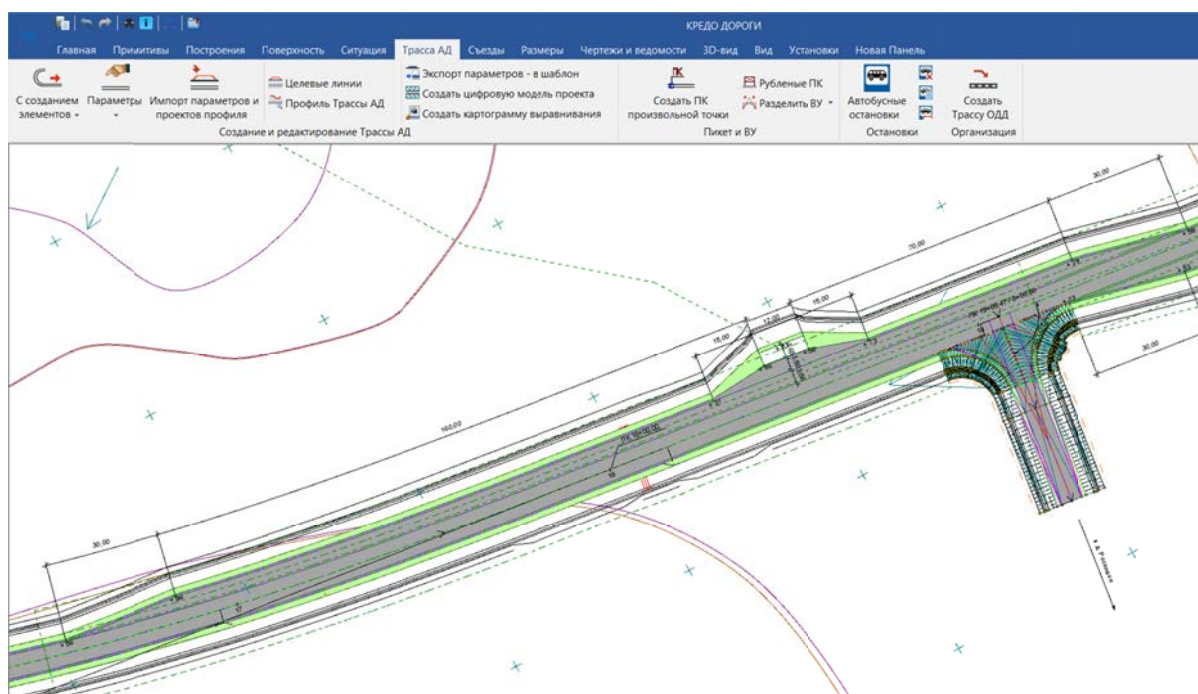

Рис. 5.15 Пример оформления автобусной остановки на противоположной стороне дороги
5. Выполните оформление автобусной остановки, расположенной по левой стороне дороги (рис. 5.15).